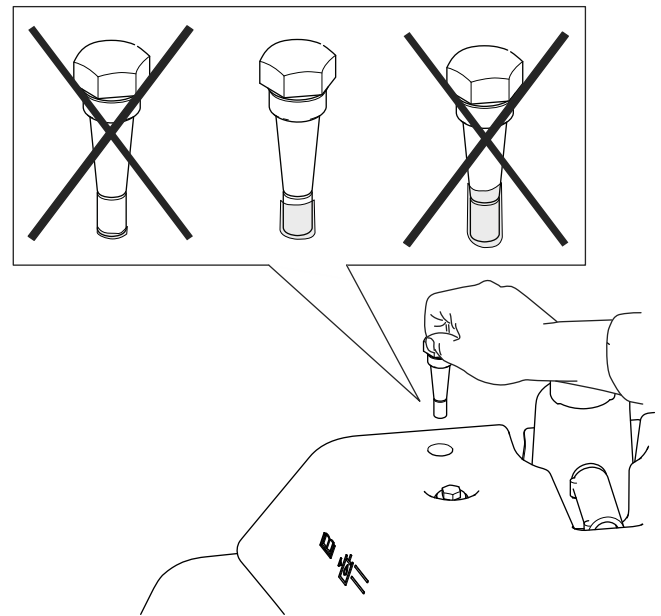

Figura 55
4. Retire a vareta e verifique o nível de fluido. Se o nível de óleo se encontrar entre as marcas na vareta, o nível de óleo é suficiente. Se o nível de fluido não se encontrar entre as marcas, ajuste o nível de fluido de acordo (Figura 55).